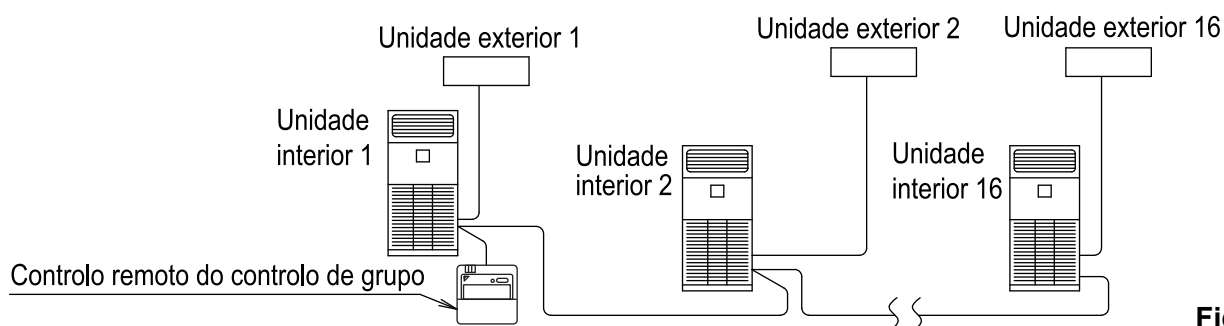

Fig. 36
- Ao utilizar como uma unidade par, pode efetuar um controlo simultâneo de arranque/paragem (grupo) até 16 unidades com o controlo remoto. **(Consulte a Fig. 36)**